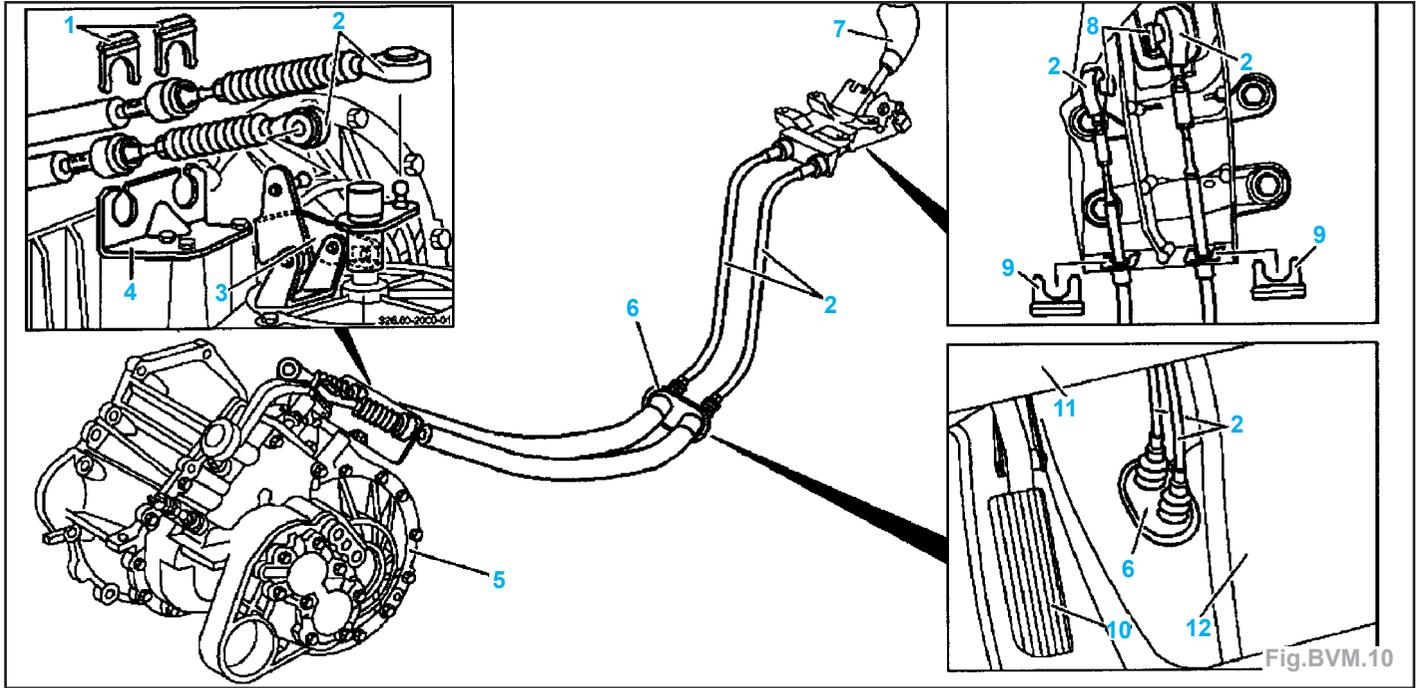

Fig.BVM.10
- Décrocher les câbles de commande (2) de la boîte de vitesses (Fig.BVM.10).
- Décrocher les câbles (2) du levier de renvoi (8).